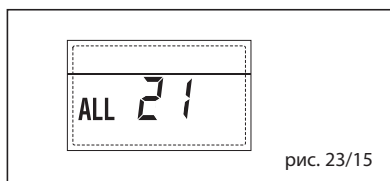

рис. 23/15
– **СРАБАТЫВАНИЕ ПРЕДОХРАНИТЕЛЬНОГО ТЕРМОСТАТА ВТОРОЙ СМЕШАННОЙ ЗОНЫ “ТРЕВ 22”** (рис. 23/16)